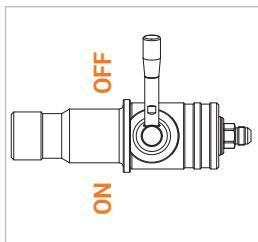

Figure 2
- ▶ Décrochez le nozzle de ravitaillement du distributeur. Le levier de commande (pos. 3) doit être en position OFF (Figure 2).